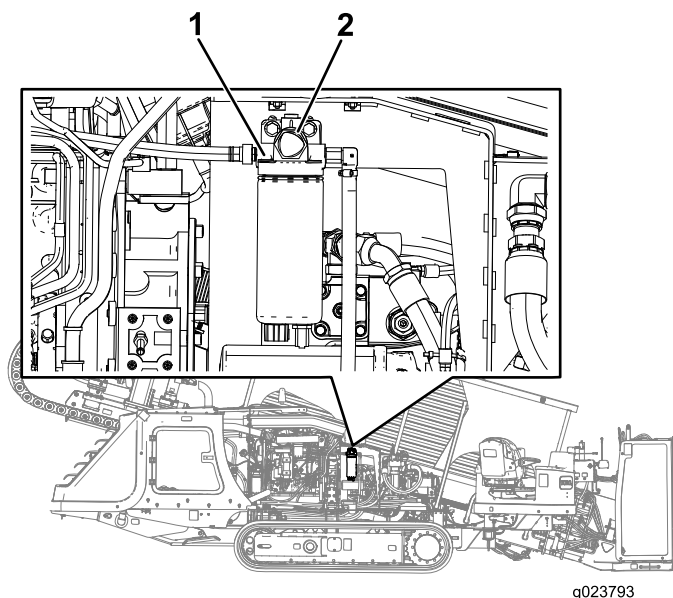

Figura 128
6. Localize o botão de escorva na parte superior do adaptador do filtro de combustível primário (Figura 128).
7. Pressione e libere o botão de escorva repetidamente até sentir resistência ao apertá-lo (Figura 128).
- Forre a área sob o filtro de combustível primário com panos limpos (Figura 128).
- Solte as abraçadeiras das mangueiras e desconecte o filtro de combustível primário das mangueiras de combustível (Figura 128).
- Encaixe as mangueiras sobre a respectiva espiga no filtro de combustível primário e aperte as abraçadeiras (Figura 128).